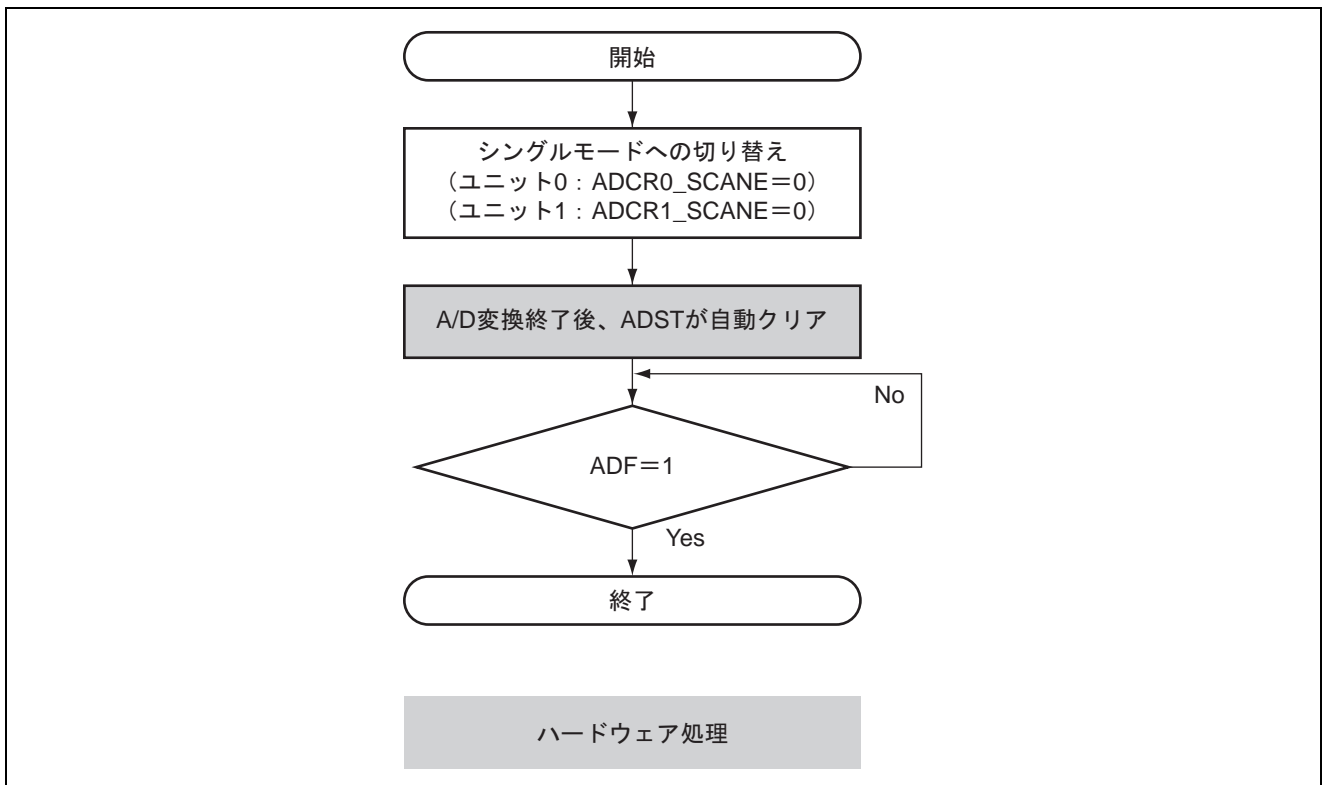
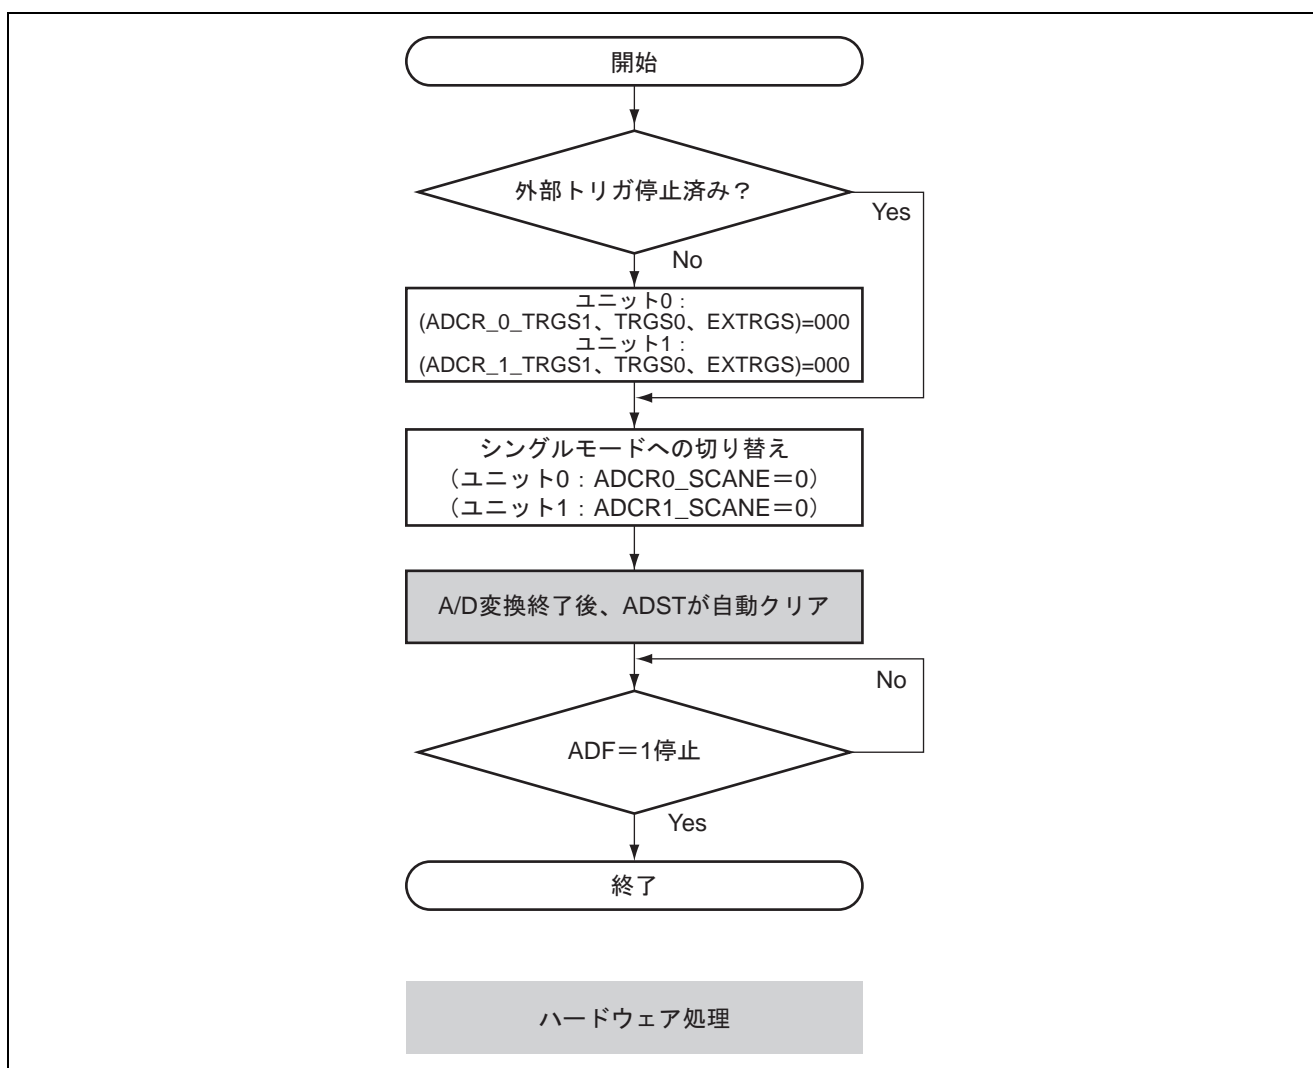

図 18.14 ソフトウェア起動による連続スキャンモード停止方法
図 18.15 外部トリガによる連続スキャンモード
(2) の詳細な設定は、図 18.14 および 図 18.15 を参照してください。